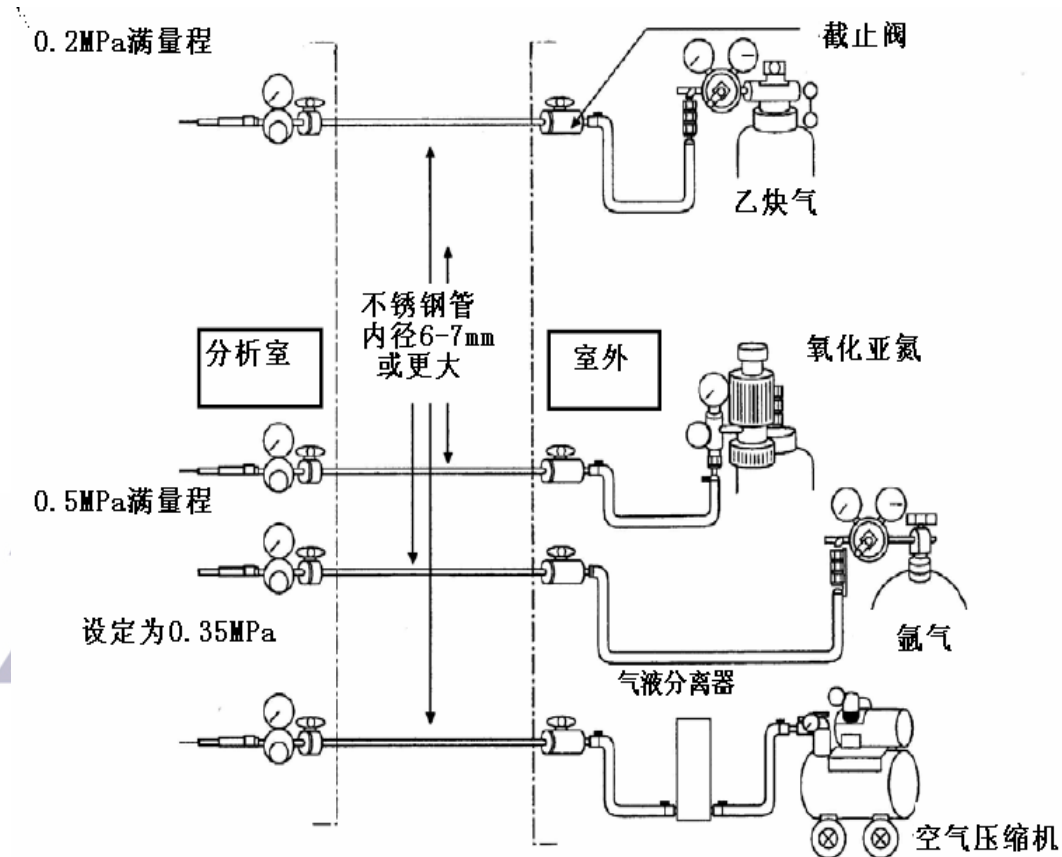

图2.2 原子吸收仪器用配管推荐例
- (c) 在空气配管系统内，应在图2.2所示位置安装气液分离器。使用充分干燥的空气供应源时无需安装。
- (d) 图2.2 表示配管例。
3. 气体	3-1 空气 不含油、水分、灰尘 3-2 氧化亚氮气 纯度98 %以上, 水分1 %以下 (工业用) 3-3 乙炔 纯度98 %以上 3-4 气瓶的安装 附近无直射阳光、炉子、暖气设备等热源。 随时保持在40°C 以下。 附近无油、汽油、有机溶剂等引火源。 换气充分。 安装在室外时, 避免风雨吹淋。 3-5 气体配管 参照图2.2 原子吸光仪器用配管推荐例